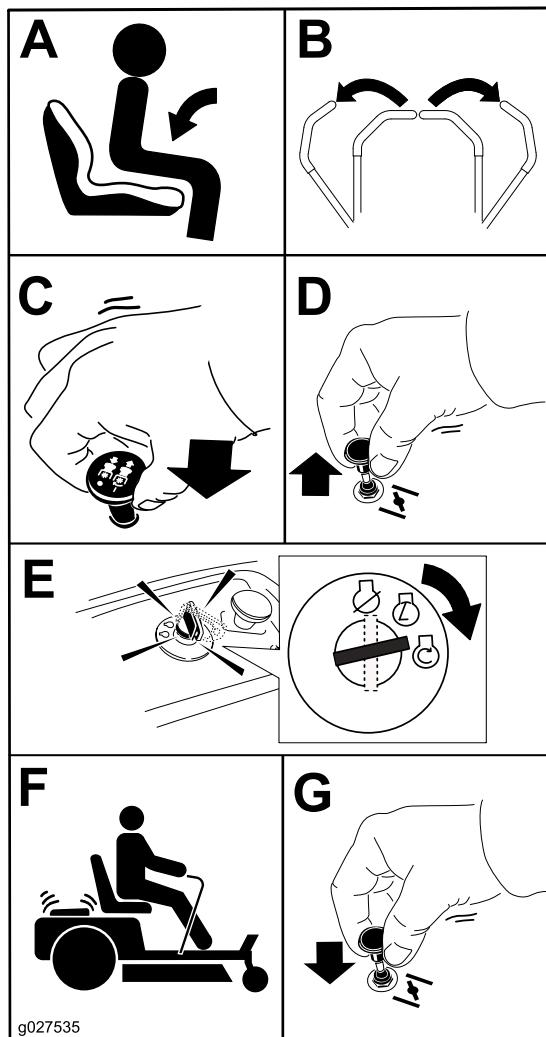

Figura 10
**Nota:** Si el motor está caliente, puede no ser necesario usar el estarter (Figura 10).